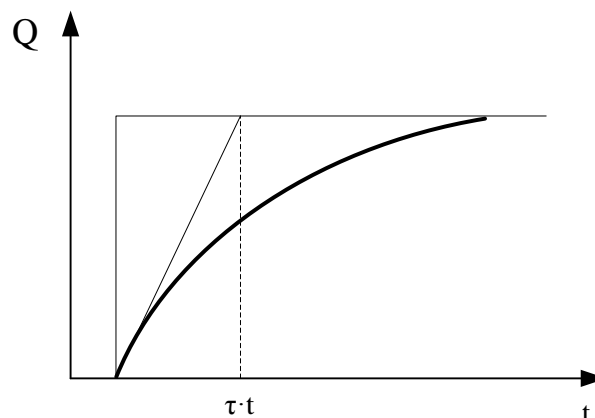

Рисунок 2
1.2.7 Расходомер имеет функцию демпфирования (сглаживания) показаний расхода. (см. рисунок 2). Коэффициент демпфирования  $\tau$  может быть установлен в пределах от 1 до 3. Функция демпфирования может быть отключена заданием коэффициента  $\tau$  равным 0. Коэффициент  $\tau$  также задает «отсечку» минимального расхода, при  $\tau=0$  отсечка составляет 0,1 % от  $Q_{наиб}$ , при  $\tau=1$  – 0,2 %, при  $\tau=2$  – 0,3 %, при  $\tau=3$  – 0,4 %.